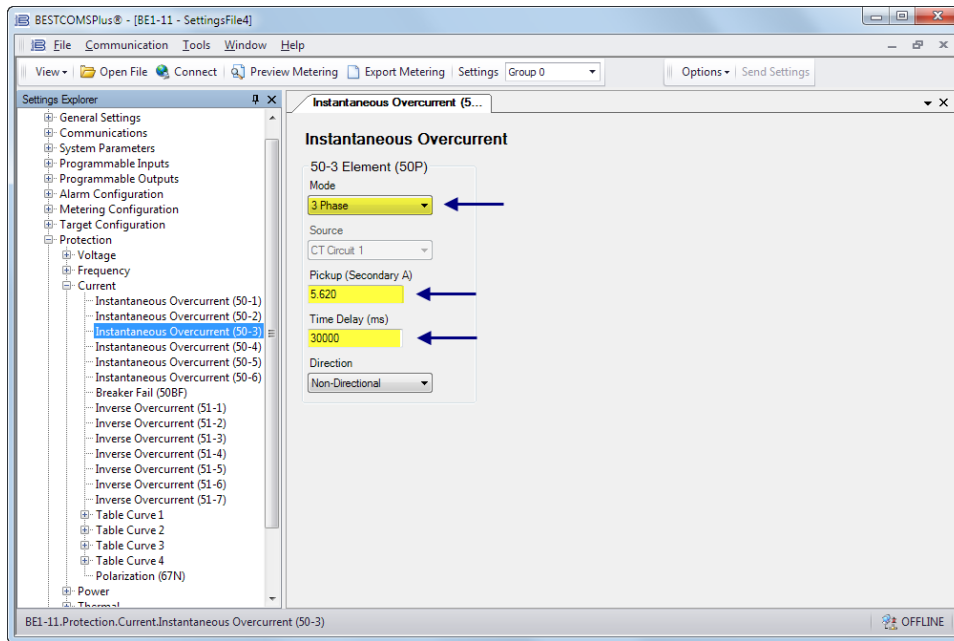

Figure 2-12. Écran Surintensité instantanée (Instantaneous Overcurrent) (50-3)
- Step 7: Dans l'Explorateur des paramètres (Settings Explorer), développez le menu Protection, puis Courant (Current) et sélectionnez l'écran Surintensité instantanée (Instantaneous Overcurrent) (50-3). Reportez-vous à la Figure 2-12.